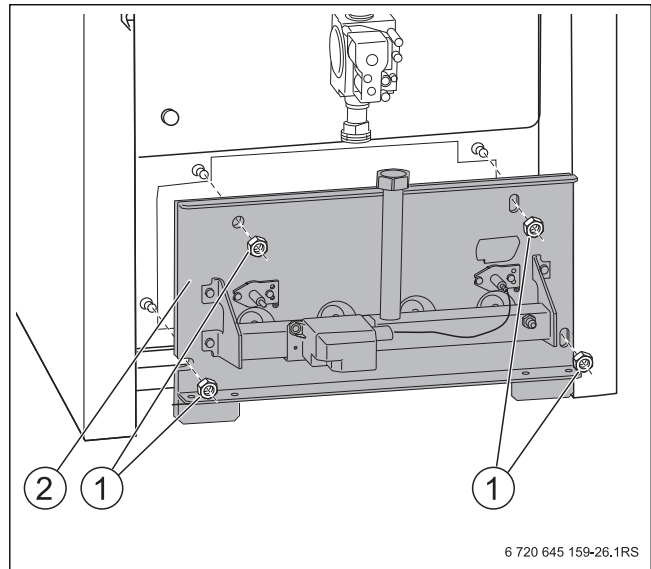

Рис. 44 Снятие крепёжных гаек
- ▶ При креплении щитка горелки (→ рис. 44, [2], стр. 36) слегка затяните четыре винта.